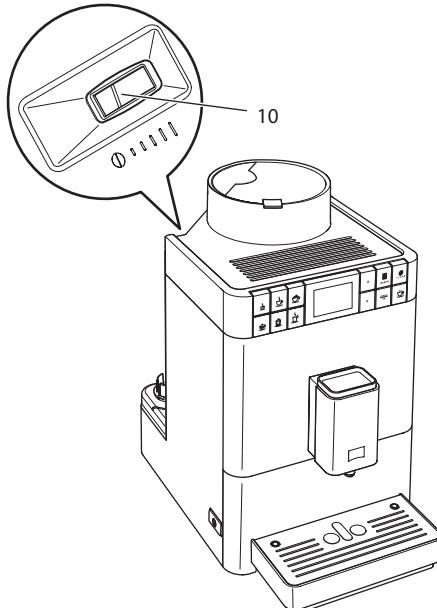

Bild 16: Spak för inställning av malningsgrad
2. Skjut spaken åt vänster eller höger enligt Bild 16.